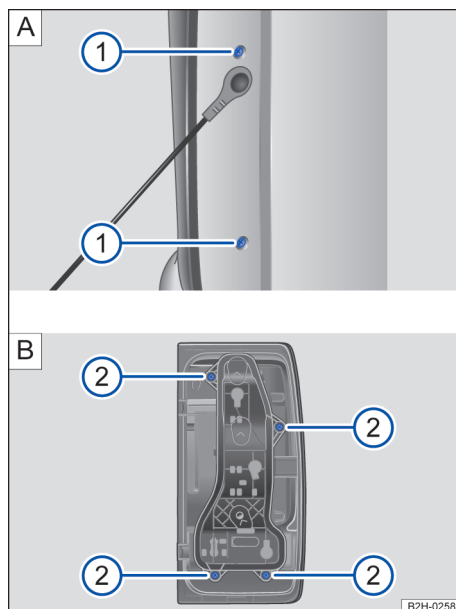

Fig. 149 A: lateralmente no compartimento de carga: remover a lanterna traseira. B: soltar o suporte da lâmpada.
→ Fig. 149 e → Fig. 150
bordo → Fig. 149 ① [A].
- ④ Pressionar a lanterna traseira para fora e reti-
bordo → Fig. 149 ② [B].
- ⑦ Retirar o suporte da lâmpada da lanterna tra-
→ Fig. 149 ② [B].
- ⑪ Encaixar o conector no suporte da lâmpada e
do → Fig. 149 ① [A].